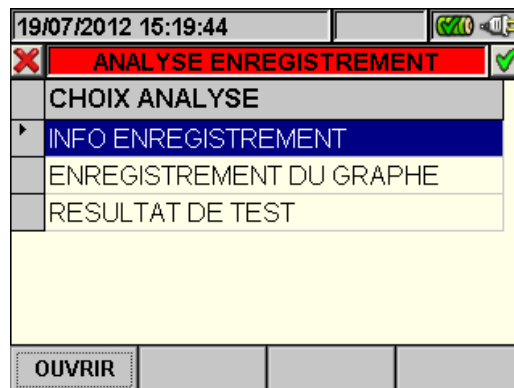

Fig. 134 : Analyse Engistrement (type EngPV\*)
2. Appuyer sur la touche **ESC** (ou l'icône ) pour sortir de la fonction et revenir à la page « Analyse Engistrement » (Fig. 134).
Appuyer sur la touche **ESC** (ou l'icône ) pour sortir de la fonction et revenir à la page « Analyse Engistrement » (Fig. 134).